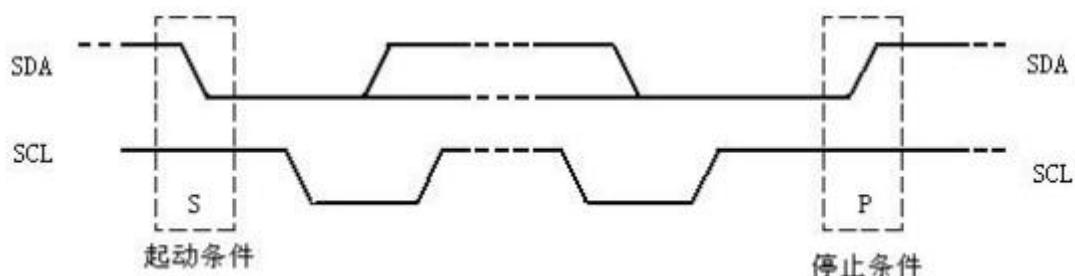

图 11. I2C 总线的起动 (START) 和停止 (STOP) 条件定义
总线不忙时, 数据线和时钟线保持高电平, 数据线在下降沿、时钟线为高电平时为起动条件 (S), 数据线在上升沿、时钟线为高电平时为停止条件 (P) 参见图 11。